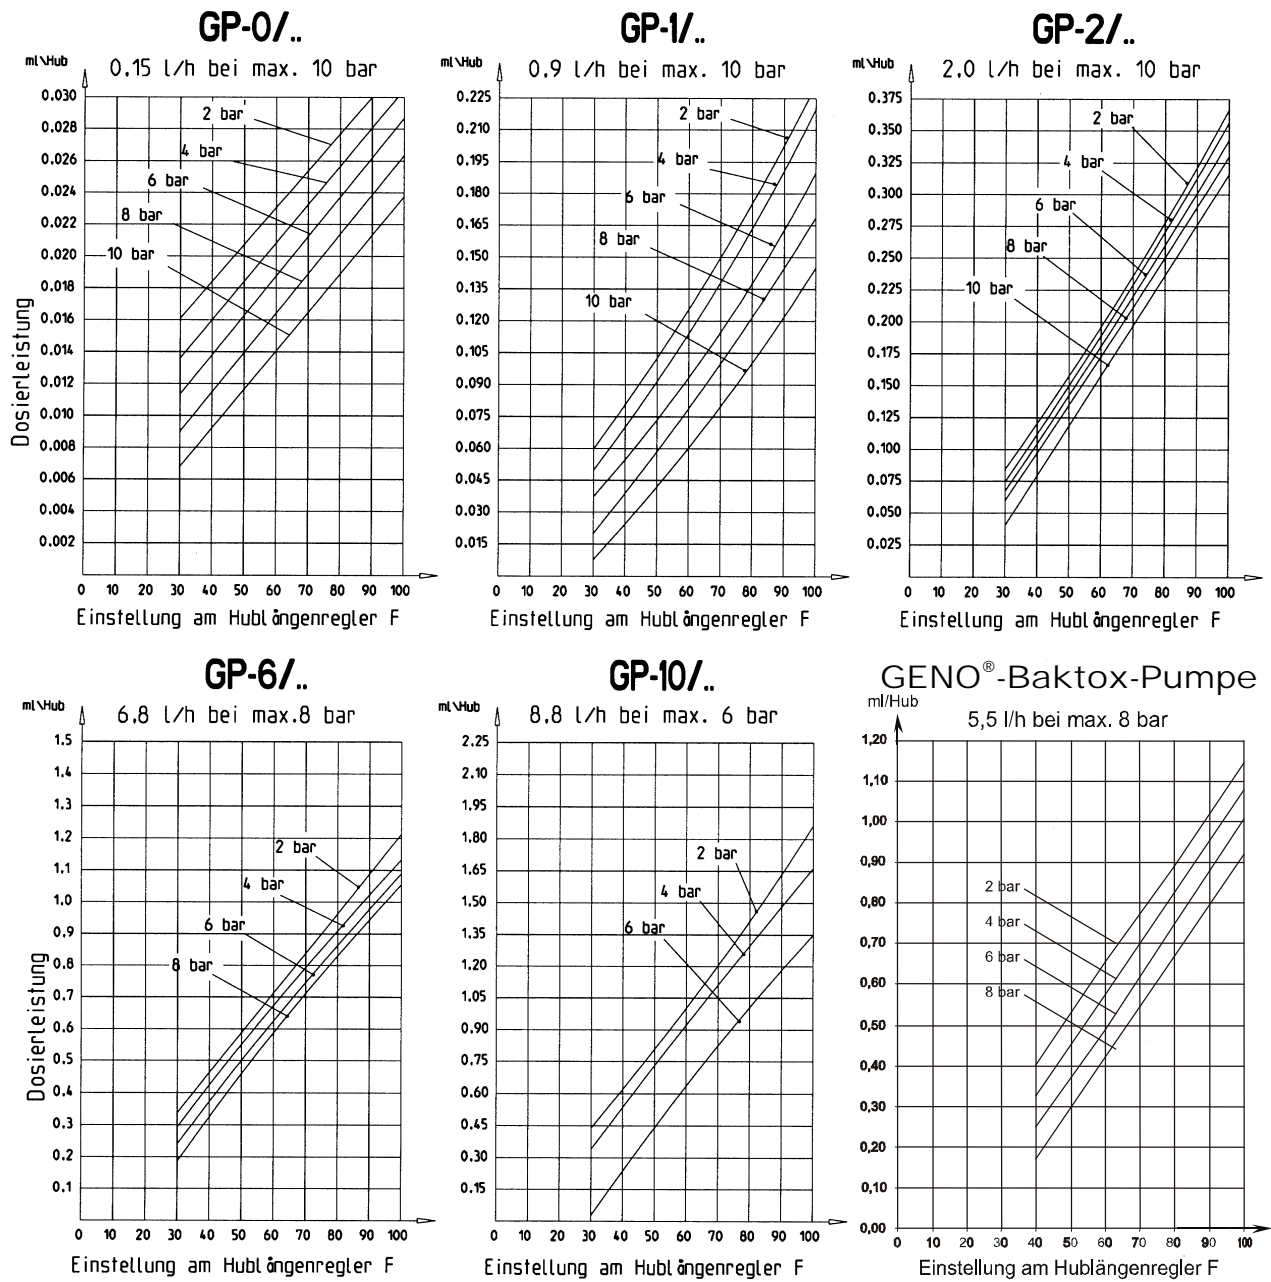

Abb. 7: Dosierleistung (l/h) bei max. Dosierfrequenz (109 Hübe/min bei 50 Hz)
- e) Gewünschte Dosierleistung einregulieren (siehe Punkt 7, Abb. 7 Dosierleistung).
Mit dem ermittelten Wert wird nun die entsprechende Pumpe nach den Dosierleistungsdiagrammen (s. Punkt 7 Abb. 7 Dosierleistung) ausgewählt. In diesem Beispiel ist die GENODOS-Pumpe GP-1/.. die richtige Größe. Da es sich um eine durchflussmengenabhängige Dosierung handelt, muss die Steuerung mit externer Ansteuerungsmöglichkeit gewählt werden. Die hohe Impulszahl vom Kontaktwasserzähler erfordert hier eine Dosierpumpe mit der Möglichkeit der Impulsteilung (Einstellung auf T8). Es ist die GENODOS-Pumpe GP-1/40 mit ca. 72% Hubeinstellung bei einem Systemdruck von 6 bar einzusetzen.